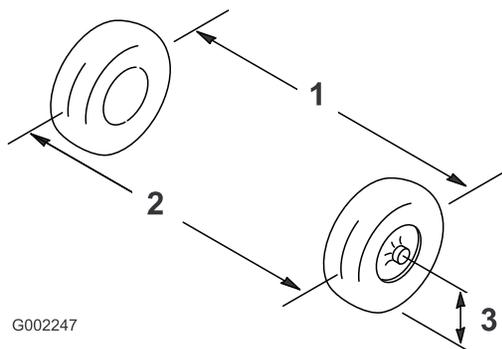

图 101
2. 以轮轴的高度为标准测出前轮的轮前距离和轮后距离图 101。